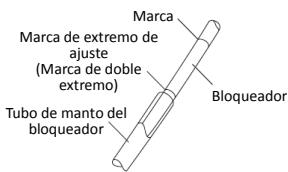

Fig.2
- Al empujar la punta del bloqueador fuera de la cavidad del tubo endotraqueal, asegúrese de sujetar el eje del bloqueador cerca del tubo del manto del bloqueador (el área entre la marca del extremo de ajuste y la primera marca de profundidad, como se muestra en la Fig. 2). De lo contrario, podría doblar o romper el eje del bloqueador.